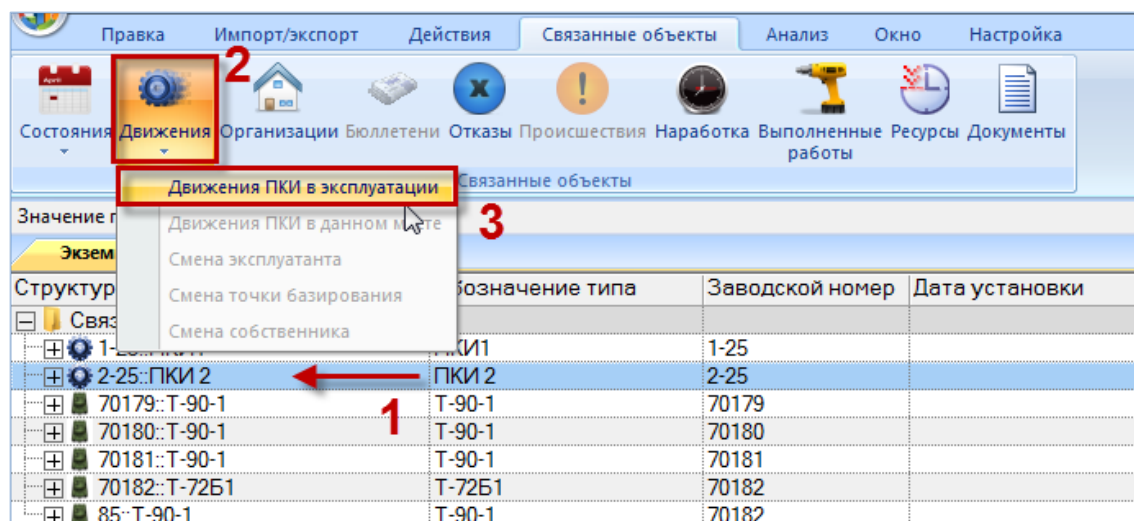

Рис. 23-36 – Открытие окна движений ПКИ в эксплуатации
2) Выбрать экземпляр ПКИ в папке рабочего окна «Экземпляры» (1 на рис. 23-36), в структуре вышестоящей сборки, в окне связанных объектов «Экземпляры» для компонента или в окне связанных объектов «Экземпляры» для организации (см. подраздел 23.3 «Отображение ПКИ, находящихся на складе или в ремонтной организации», стр. 752).
3) Нажать кнопку «Движения» панели «Связанные объекты» и из раскрывшегося списка выбрать пункт «Движения ПКИ в эксплуатации» (2 и 3 на рис. 23-36).